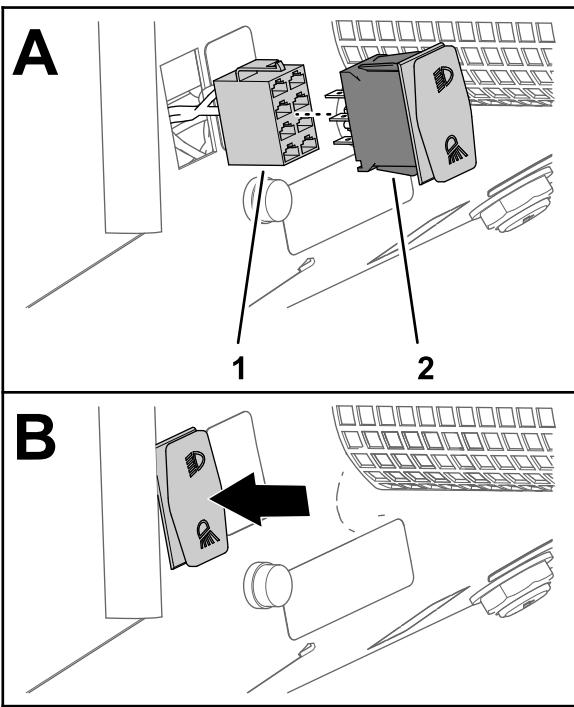

**Bild 30**
- Stecken Sie die Anschlussklemme in die Buchse 1 des 8-Buchsen-Steckers für den Scheinwerferschalter ein, wie in Bild 30 abgebildet.